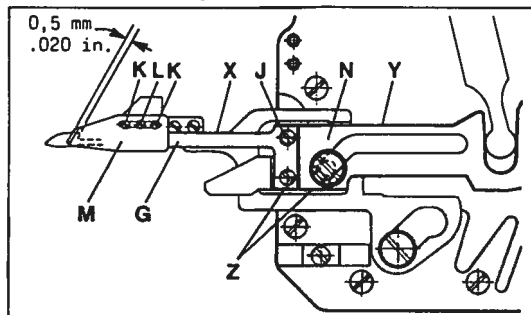
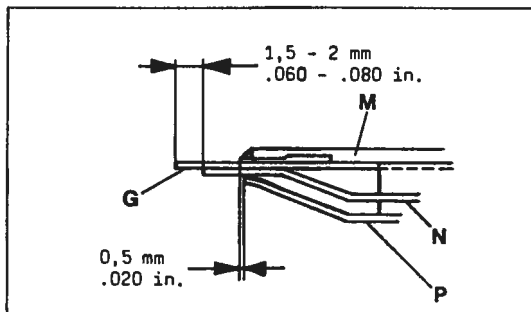
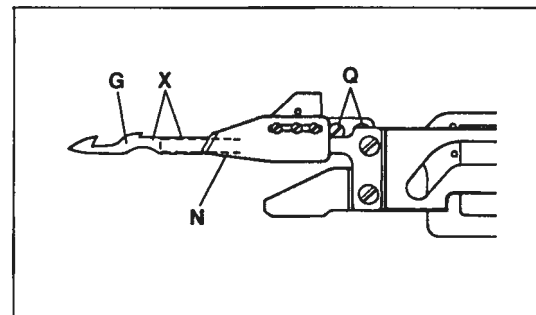
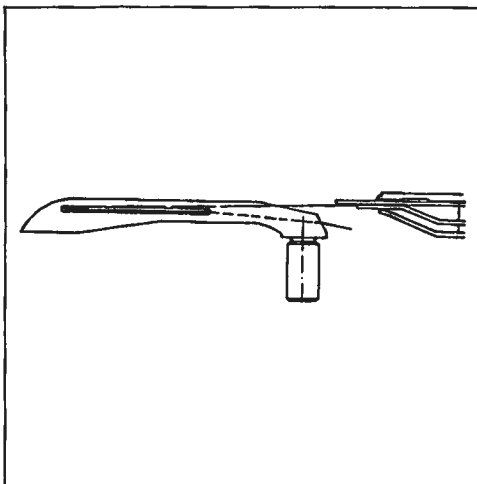

Fig.39
Fig.41
Fig.40
Fig.48
- 2.2 The lower knife (G, Fig. 39) is set correctly, when its edge (X) is parallel to edge (Y) of lower knife holder (H) and edge (Z) of lower knife is in line with edge (Z) of lower knife holder. After loosening screws (J, Fig. 39) the lower knife (G) can be aligned accordingly. Retighten screws.
- 2.3 Loosen screws (K and L, Fig. 39) for making the following settings:
Set the leaf spring (N, Fig. 40) for clamping the looper thread so that the edges (X) of lower knife (G) and leaf spring (N) are flush and aligned. Besides this the distance between the tip of lower knife (G, Fig. 41) and the front edge of leaf spring (N) should be 1.5 to 2 mm (.060 to .080 in.). Now retighten screws (K, Fig. 39).
Adjust screw (L, Fig. 39) to securely clamp the looper thread as shown in Fig. 48.
- 2.2 Das Untermesser (G, Fig. 39) ist richtig eingestellt, wenn seine Kante (X) parallel zur Kante (Y) des Trägers (H) ist und die Kante (Z) des Untermessers mit der Kante (Z) des Trägers eine Linie bildet. Nach Lösen der Schrauben (J, Fig. 39) kann das Untermesser (G) entsprechend ausgerichtet werden. Ziehen Sie die Schrauben wieder an.
- 2.3 Lösen Sie die Schrauben (K und L, Fig. 39) für folgende Einstellungen:
Stellen Sie die Blattfeder (N, Fig. 40) zum Klemmen des Greiferfadens so, daß die Kanten (X) von Untermesser (G) und Blattfeder (N) bündig in einer Linie sind. Zudem muß der Abstand zwischen der Spitze des Untermessers (G, Fig. 41) und der Vorderkante der Blattfeder (N) 1,5 bis 2 mm betragen. Ziehen Sie nun die Schrauben (K, Fig. 39) wieder an.
Stellen Sie die Schraube (L, Fig. 39) so daß der Greiferfaden sicher geklemmt wird, wie in Fig. 48 gezeigt.
Set stop (V) with screw (W) so that the leaf springs (N and P, Fig. 41) below the knives have enough clearance to the looper when moving to the left.
Stellen Sie den Anschlag (V) mit der Schraube (W) so, daß die Blattfedern (N und P, Fig. 41) unter den Messern bei ihrer Bewegung nach links genügend Abstand zum Greifer haben.
After being cut the looper thread must be clamped as shown in Fig. 48. The tension of the leaf spring for clamping the looper thread can be adjusted with screw (L, Fig. 39).
Nach dem Abschneiden muß der Greiferfaden, wie in Fig. 48 gezeigt, geklemmt sein. Die Spannung der Blattfeder zum Klemmen des Greiferfadens kann mit der Schraube (L, Fig. 39) eingestellt werden.